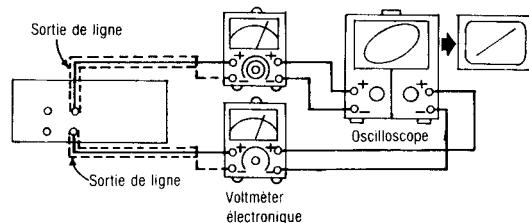

Fig. 1
- Le raccordement de l'équipement d'essai est montré à la Fig. 1.